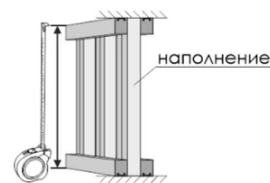

Рис.6
- 3.5 Отрежьте рейки и монтажные планки нужной длины (рис.6).